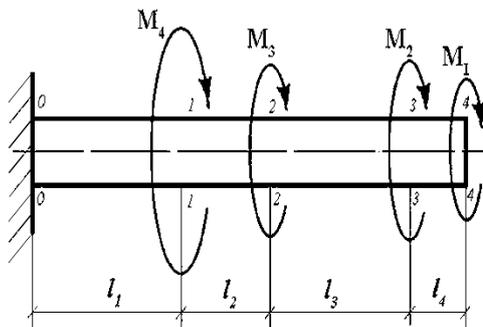

Рис. 1
2. Задача. К стальному валу, состоящему из 4-х участков длиной $l_1...l_4$ приложено четыре сосредоточенных момента $M_1...M$ (см. рис.1). Построить эпюру крутящих моментов $M_{кр}$, подобрать диаметр вала из расчета на прочность, построить эпюру максимальных касательных напряжений τ_{max} , построить эпюру углов закручивания φ вала и определить наибольший относительный угол закручивания вала.
Схема балки (рис. 1).
2. Задача. Для стального стержня круглого поперечного сечения диаметром *D* (рис.1) требуется: